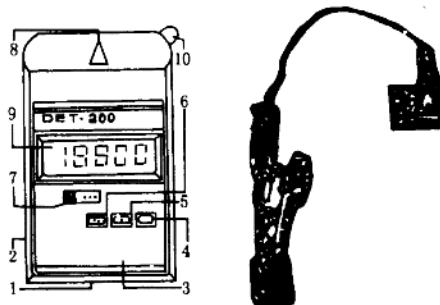

图4 发动机转速表
(3) 感应式发动机转速表:DET-200型数字转速表的外形如图4所示。